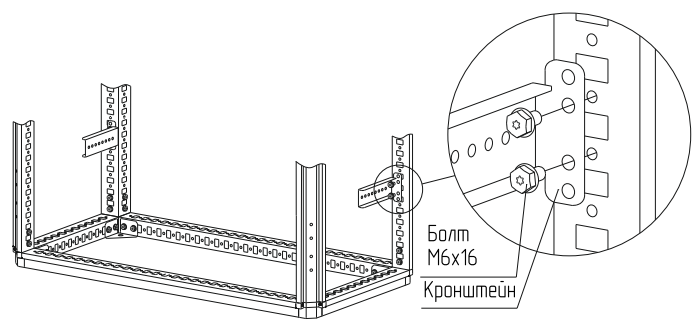

Рисунок 44
- вариант 1. Болтами М6х 16 (рисунок 44). Момент затяжки – 7 Н·м;